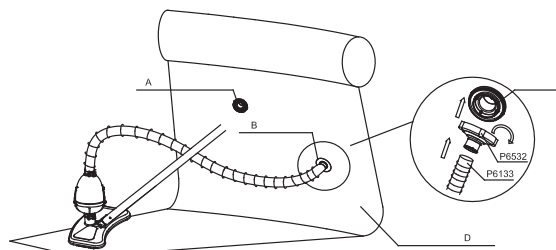
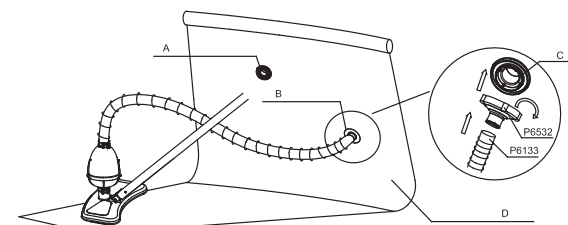

Fig. 26 / Abb. 26 / Kuva. 26 / EIK. 26 / Рис. 26 / Rys. 26 / 26. Ábra
Fig. 27 / Abb. 27 / Kuva. 27 / EIK. 27 / Рис. 27 / Rys. 27 / 27. Ábra
- For pool equipped with connection valves: remove the debris screen from inside of the pool's outlet valve and screw the hose adapter (P6532) onto the outlet valve. Connect the hose (P6133) to the hose adapter (P6532). (See Fig. 26 and See Fig. 27)
- Para piscina equipadas com válvulas de ligação: remova a tela de proteção dos refugos de dentro da válvula de saída da piscina e aperte o adaptador da mangueira (P6532) na válvula de saída. Ligue a mangueira (P6133) ao adaptador da mangueira (P6532). (Veja Fig. 26 e Fig. 27)
- Para piscinas equipadas con válvula de conexión: Quite la pantalla de desechos desde dentro de la válvula de salida de la piscina y enrosque el adaptador de la manguera (P6532) en la válvula de salida. Conecte la manguera (P6133) al adaptador de la manguera (P6532) (Veja Fig. 26 y Fig. 27)
- Für Pools mit Anschlussventil-Ausstattung: Entfernen Sie das Schmutzsieb aus dem Pool-Ablassventil und schrauben Sie den Schlauchadapter (P6532) auf das Ablassventil. Schließen Sie den Schlauch (P6133) an den Schlauchadapter (P6532) an. (Siehe Abb. 26 und siehe Abb. 27)
- Voor zwembaden uitgerust met aansluitkleppen: haal het scherm uit de uitlaatklep van het zwembad en schroef de slangadapter (P6532) op de uitlaatklep. Sluit de slang (P6133) aan op de slangadapter (P6532) (See Fig. 26 and See Fig. 27)
- Per piscine con valvole di connessione: rimuovere lo schermo protettivo dalla valvola di uscita della piscina e avvitare l'adattatore per tubo flessibile (P6532) alla valvola. Collegare il tubo flessibile (P6133) al relativo adattatore (P6532) (Vedere Fig. 26 e 27).
- Pour les piscines équipées de soupapes de connexion : enlevez la grille de protection de l'intérieur de la valve d'évacuation et vissez l'adaptateur (P6532) sur la valve d'évacuation. Fixez le tuyau (P6133) à l'adaptateur (P6532) (Voir Fig. 26 et Fig. 27)
выходной клапан. Присоедините шланг (P6133) к переходнику шланга (P6532) (См. Рис. 26 и 27)
- W przypadku basenu wyposażonego w zawory łączące: usuń sitko filtrujące z zaworu sphywowego basenu i nakręć złącze węża na (P6532) zawór sphywowy. Podłącz węz (P6133) do złącza węża (P6532) (Zob. Rys. 26 i Rys. 27)
- För pooler som är utrustade med kopplingsventiler: avlägsna smutsfiltret från insidan av poolens utmatningsventil och skruva fast slangadaptern (P6532) till utmatningsventilen. Koppla slang (P6133) till slangadaptern (P6532) (Se Fig. 26 och Fig. 27).